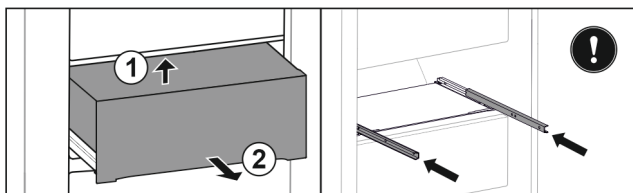

Fig. 159
- ▶ Приподнимите выдвижной ящик сзади снизу. Fig. 159 (1)
- ▶ Извлеките выдвижной ящик движением вперед. Fig. 159 (2)